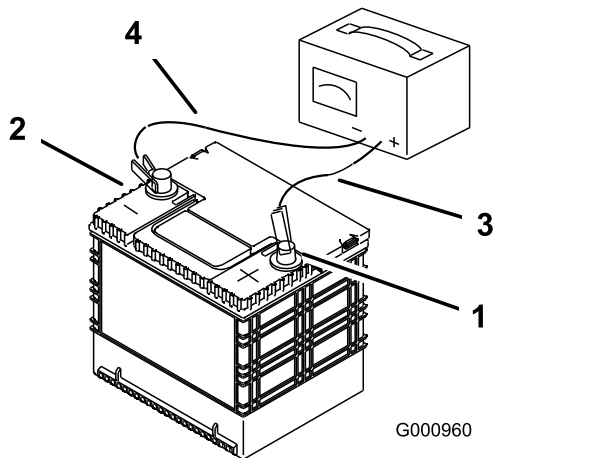

Рисунок 47
2. После полной зарядки аккумулятора отсоедините зарядное устройство от электророзетки, а затем отсоедините провода зарядного устройства от штырей аккумулятора (Рисунок 47).